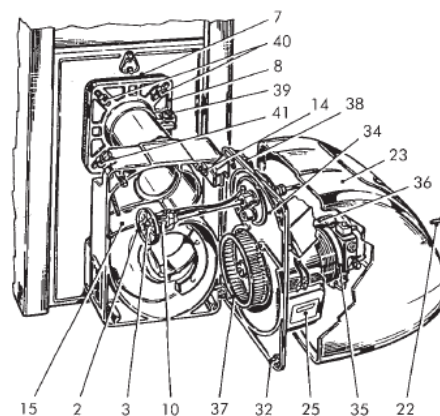

Fig. 15
- Ta bort kåpan (23) genom att lossa på skruven (22).
- Lossa de lägre skruvarna (32) helt.
- Lossa även de övre skruvarna (14) delvis.
- Frikoppla genom att höja komponentstödplattan (34) och kroka in den i sitt fäste enligt illustrationen i bild 15.